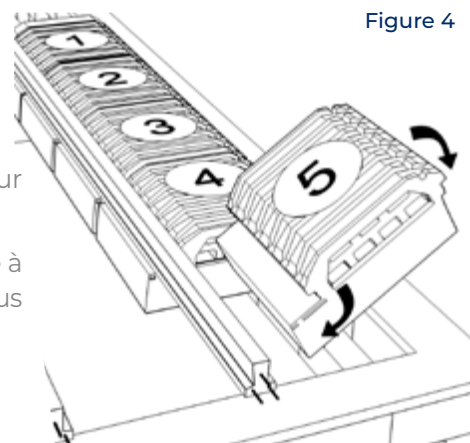

Figure 4
- Poser l'entrevous Isoleader, Isoleader SPX ou IsoGP en appui continu sur les 2 poutrelles situées de part et d'autre de l'entrevous (Figure 4)